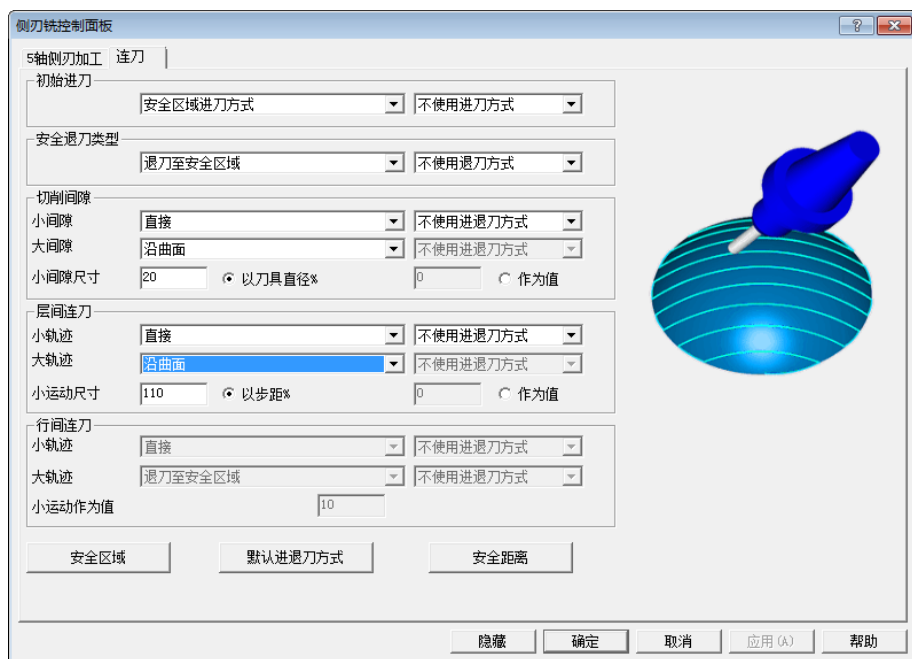

图 5-188 “连刀”选项卡 (4)
- 选择“连刀”选项卡，设置相关参数如图 5-188 所示，单击“确定”按钮退出“5X 航空铣控制面板”对话框。